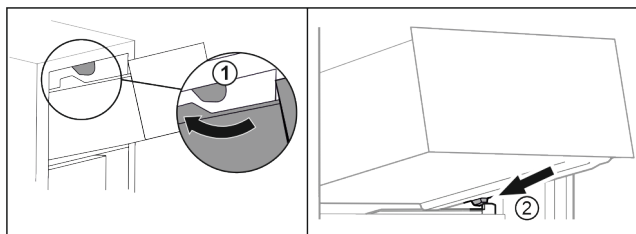

Fig. 112
- ▶ 将抽屉移动到上方止动器附近。 Fig. 112 (1)
- ▶ 将抽屉斜放在容器肋梁上的下方止动器后面。 Fig. 112 (2)